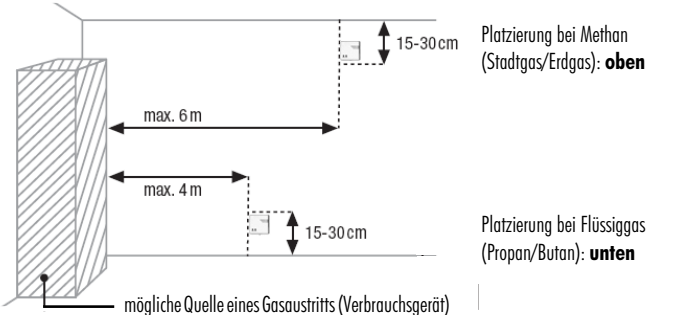

Abb. 2
- Wählen Sie eine Montagestelle möglichst nahe am Gasgerät, jedoch nicht weiter als 4 m (Flüssiggase) bzw. 6 m (Methan) davon entfernt (siehe Abb. 2). Stellen Sie sicher, dass sich die Netzsteckdose zum Anschluss des 12 V DC Netzgerätes in max. 2,2 m Abstand zur Montagestelle des Gasalarms befindet. Wählen Sie zum Erfassen von Stadt-, Erd- und Methangas die Montagestelle möglichst weit oben an der Wand. Diese sollte sich in der Höhe von 15 - 30 cm unterhalb der Zimmerdecke befinden, auf jeden Fall oberhalb der höchsten Tür- oder Fensteröffnung. Stadt-, Erd- und Methangas sind leichter als Luft und steigen daher von unten nach oben auf. Wählen Sie zum Erfassen von Propan- und Butangas eine Montagestelle unten an der Wand. Dieses sollte sich in einer Höhe von 15-30 cm oberhalb des Fußbodens befinden. Flüssiggase sind schwerer als Luft, sinken zu Boden und breiten sich dort aus (siehe Abb. 2).